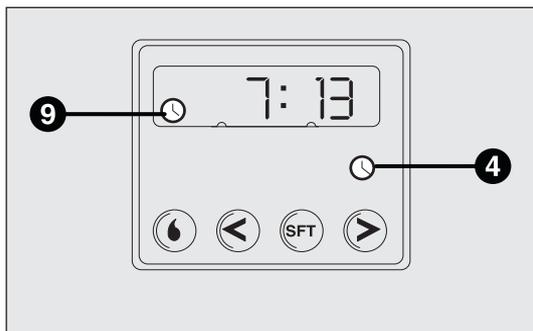

Abb. 64
- Die Taste 4 drücken: das Display und die Kontrollleuchte 9-Abb. 64 werden eingeschaltet;
Ablesen der aktuellen Uhrzeit – Abb. 64